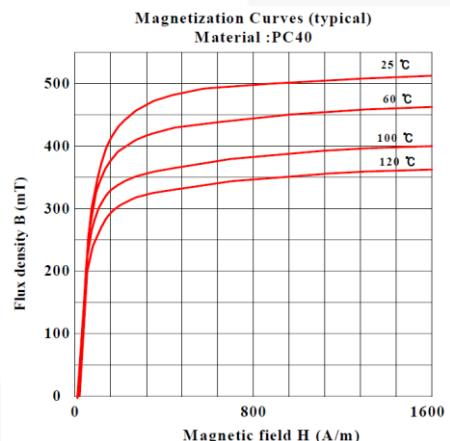

図 25. フェライトコア標準 B-H 特性 (TDK/PC40)
図 25 は TDK のフェライトコア (PC40) の代表的な特性を示します。飽和磁束密度 (B_{sat}) は温度上昇とともに減少するので、高温時の特性を考慮する必要があります。参考するデータがない場合、 $B_{sat} = 0.3 \sim 0.35$ T にします。過渡時または障害時には MOSFET のドレイン電流が I_{ds}^{peak} を超えて I_{LIM} に到達するので、遷移時のコアの飽和を避けるために、 I_{LIM} を式 (8) に適用し、 I_{ds}^{peak} は使用しません。